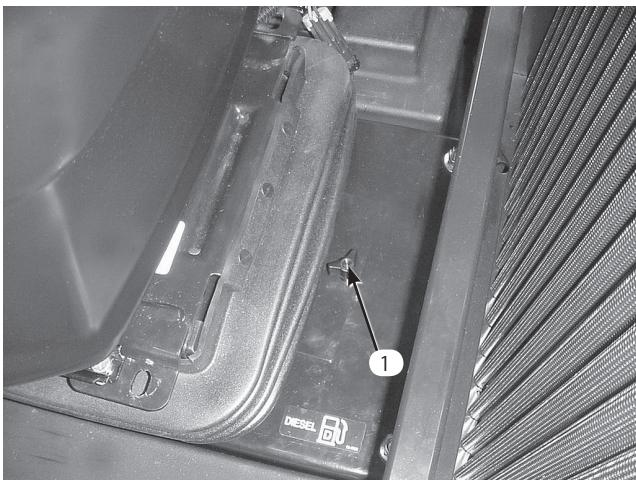

図32
1. 座席プレートについているノブをゆるめてアクセス・カバーを外す（図32）。